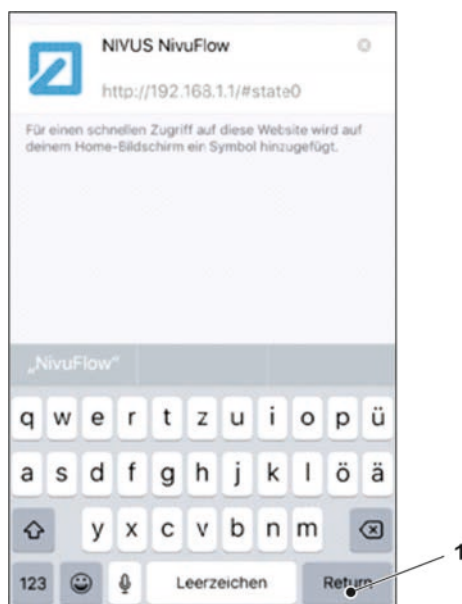

Abb. 31-18 Hinzufügen bestätigen
10. Mit „Return“ bestätigen (Abb. 31-18 Pos. 1).